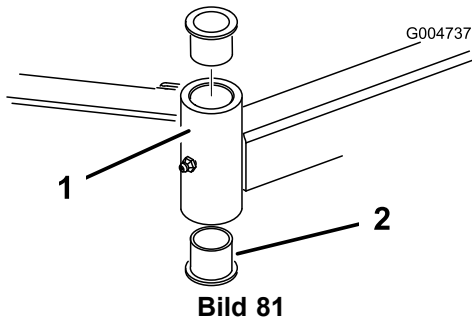

Bild 81
4. Stecken Sie einen Dorn oben oder unten in das Befestigungsrohr und treiben die Büchsen heraus (Bild 81).